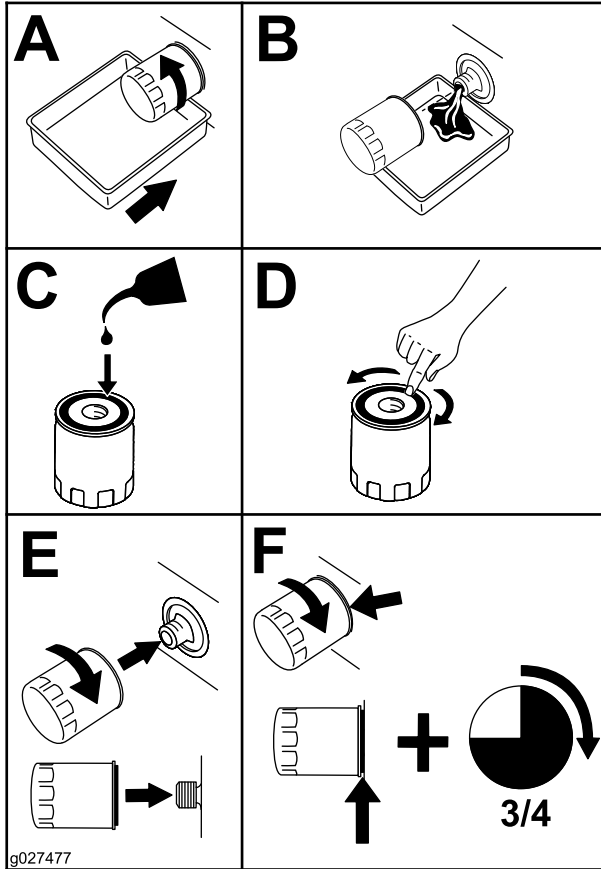

Figure 29
5. Déposez le filtre à huile moteur (Figure 29)